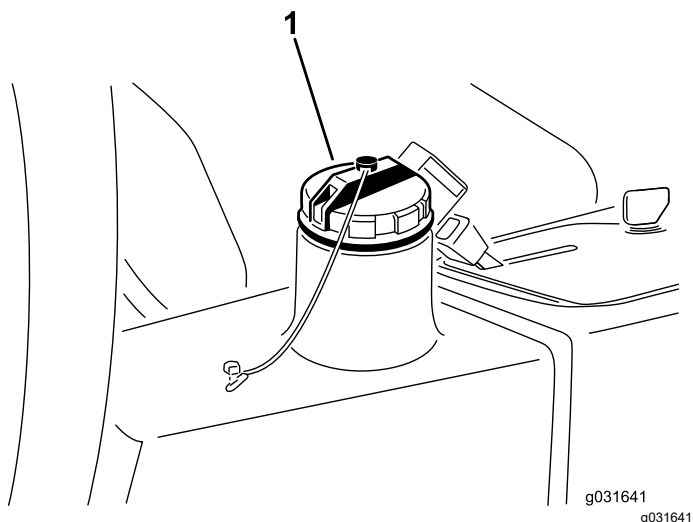

Figura 67
4. Riempite il serbatoio idraulico (Figura 67) con circa 13,2 litri di fluido idraulico; fate riferimento a Specifiche del fluido idraulico \(pagina 60\) e Controllo del livello del fluido idraulico \(pagina 60\).